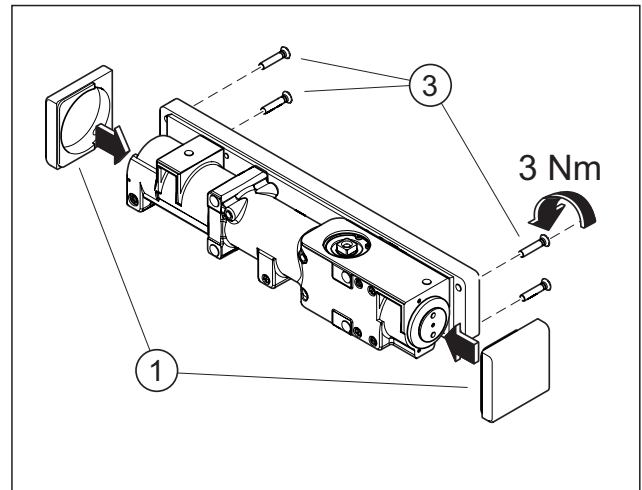

Abb. 8 Die Stirnplatten aufstecken
2. Die Stirnabdeckungen an die Trageplatte schrauben (Abb. 8)